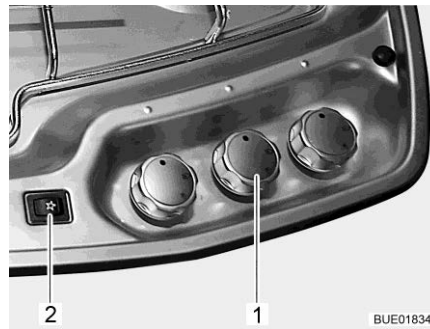

Fig. 175 Boutons de commande pour le réchaud à gaz
- Tourner le bouton tournant (Fig. 175,1) du brûleur désiré en position d'allumage (grande flamme).
- Appuyer sur le bouton d'allumage (Fig. 175,2). Le brûleur produit des étincelles.